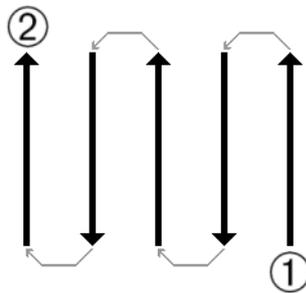

Abbildung 25: Festgelegte Laufrichtung
In der Abbildung 25 sind die Varianten nochmals schematisch dargestellt. Die Suche beginnt jeweils im Startpunkt ① und endet im Punkt ②.